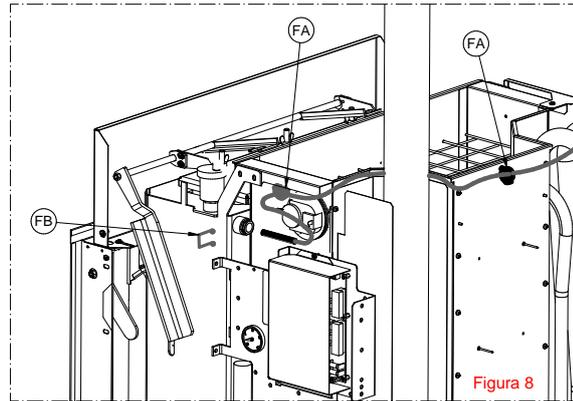

Figura 8
7) Nel caso di installazione della botola a destra o frontale, rispetto il generatore, è necessario far passare il capillare nella fascetta richiudibile (FA): togliere il fermo bulbo (FB). Procedere ora con massima attenzione a inserire il bulbo del termostato riarmo (TR) nel pozzetto dedicato, e fermare il tutto con il fermo bulbi (FB).
8) Nel caso di installazione a sinistra, rispetto il generatore, seguire le indicazioni della Figura 8 e 9 passando il capillare nelle fascette richiudibili (FA): togliere il fermo bulbi (FB), inserire il bulbo del termostato e fermare il tutto con il fermo bulbi (FB). Attenzione: accertarsi che il tubicino del capillare non vada a toccare parti calde della stufa e in particolare il tubo uscita fumi.